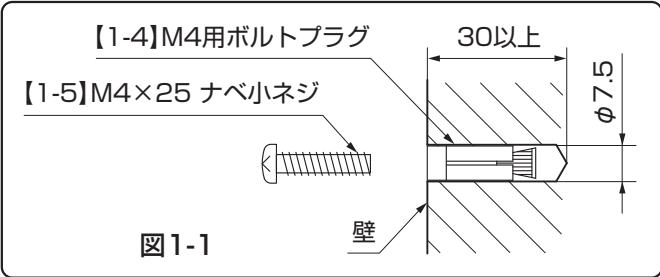

図1-1
①サインを取付ける位置に合わせて取付穴位置をけがき、けがいた位置に穴径φ7.5、有効深さ30mm以上の下穴をあけてください。(図1-1参照)